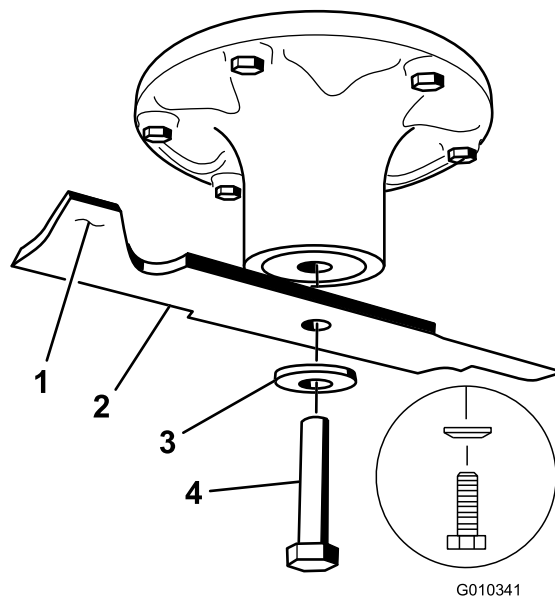
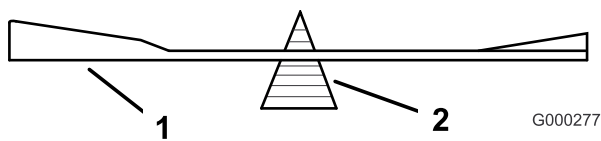

Figura 66
Figura 68
Tenete l'estremità della lama con un cencio o un guanto bene imbottito. Togliete il bullone, la rondella curva e la lama dall'asse del fusello (Figura 66).
2. Controllate l'equilibrio della lama posizionandola su un bilanciatore (Figura 68). Se la lama rimane in posizione orizzontale, è bilanciata e può essere utilizzata. Se la lama non è bilanciata, limate del metallo soltanto dalla costa (Figura 66). Ripetete la procedura finché la lama non è perfettamente bilanciata.
1. Montate la lama sull'asse del fusello (Figura 66).
2. Montate il disco elastico e il bullone della lama. Il cono del disco elastico deve essere rivolto in verso la testa del bullone (Figura 66). Serrate il bullone della lama a 135 - 150 Nm.